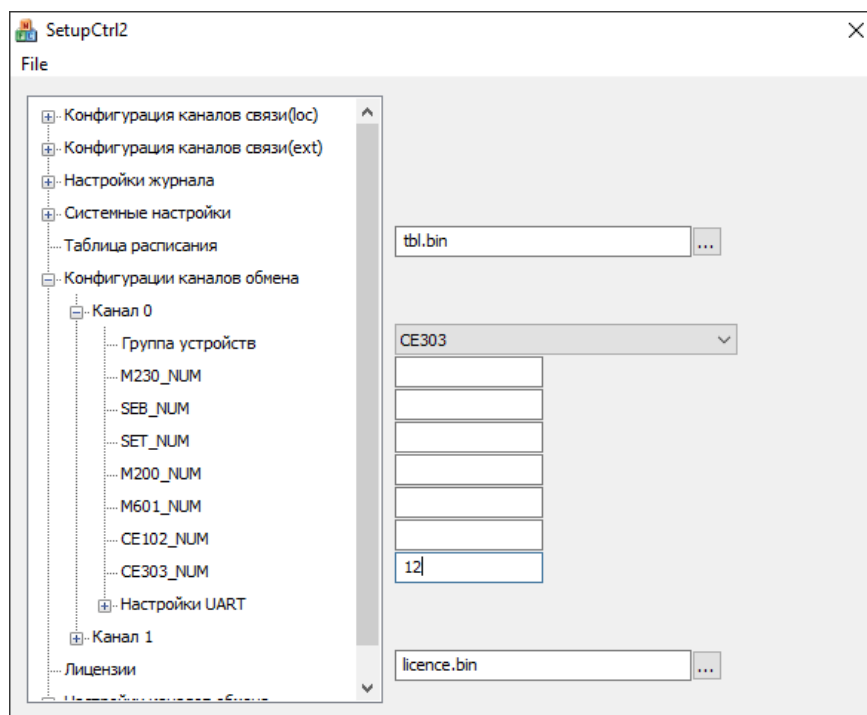

Рис. 1. Конфигурация канала обмена.
- 2) Сконфигурировать канал обмена, пример результата приведён на Рис. 1.